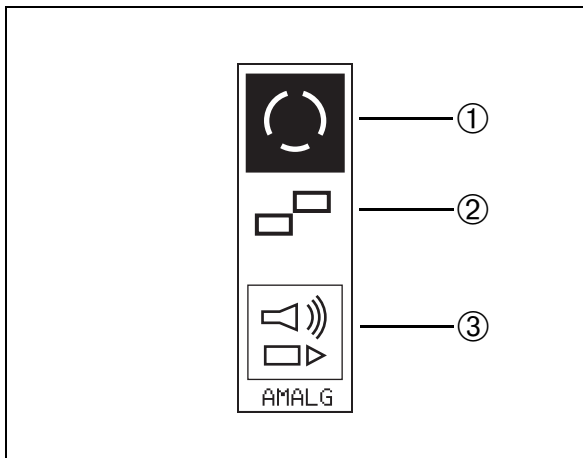

Abb. 40
Der Sammelbehälter ist im Typ CAS1 integriert. Der Amalgamfüllstand wird automatisch überwacht und angezeigt. Die Bedien- und Kontrollelemente (Abb. 40) befinden sich vorne auf dem Display der Schlauchablage.
Bei Störungen im Separier-Abscheide-System erscheint das Symbol ② (Abb. 40) im schwarzen Feld. Gleichzeitig ertönt ein Signalton.
- Schalten Sie durch kurzes Betätigen des Symbols ③ (Abb. 40) den Signalton aus.
- Drücken Sie die Taste ③ (Abb. 40) erneut mindestens 2 Sekunden lang, um die Anlage wieder neu zu starten. Die Bereitschaftsanzeige ① (Abb. 40) erscheint im schwarzen Feld.
Blinkt auch nach mehrmaliger Betätigung der Taste ③ (Abb. 40) immer wieder die Störungsanzeige ② auf, liegt ein technischer Defekt vor, der nur durch den Service-Techniker behoben werden kann.